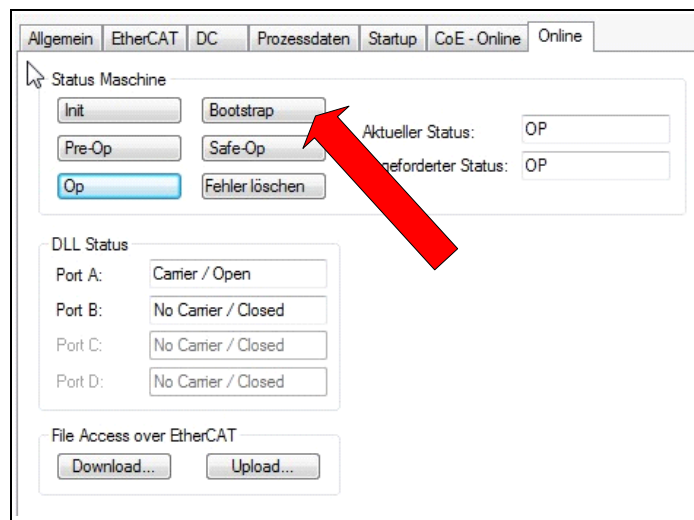

Abbildung 1
- Unter TWinCAT wird dazu, entsprechend der Abbildung 1, die Schaltfläche „Bootstrap“ im Reiter „Online“ betätigt.